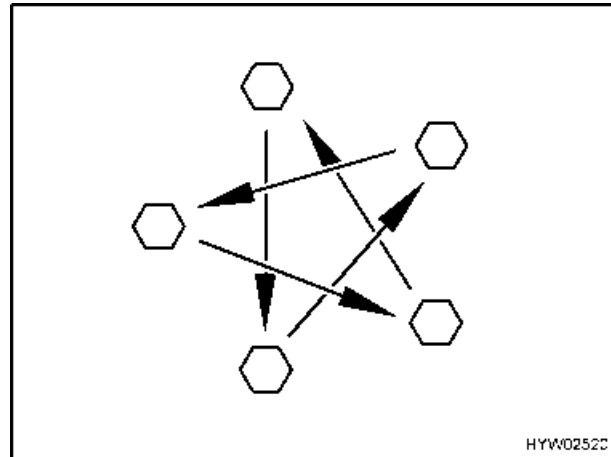

Bild 107 Radmuttern oder Radschrauben über Kreuz anziehen
- Radmuttern oder Radschrauben regelmäßig auf festen Sitz prüfen. Radmuttern oder Radschrauben eines ausgewechselten Rades nach 50 km über Kreuz nachziehen (Bild 107). Anziehdrehmoment siehe Abschnitt Anziehdrehmoment.
- ▶ Radmuttern oder Radschrauben über Kreuz anziehen (Bild 107). Anziehdrehmoment siehe Abschnitt Anziehdrehmoment.